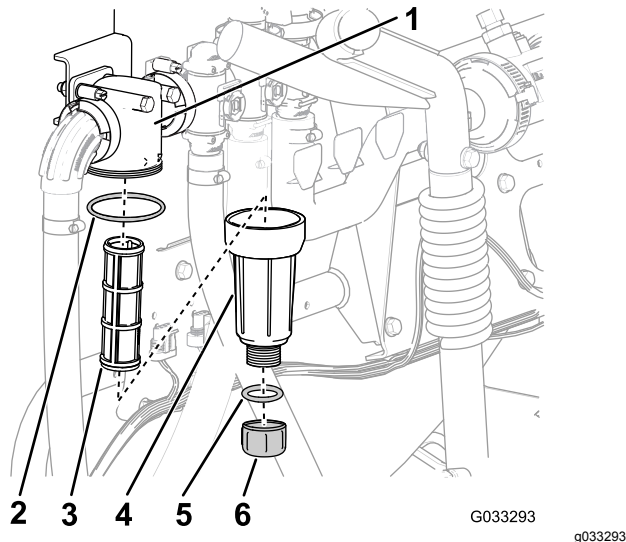

Figura 56
2. Allineate una bacinella di spurgo sotto il filtro della pressione (Figura 56).
3. Ruotate il tappo di spurgo in senso antiorario e rimuovetelo dal pozzetto del filtro della pressione (Figura 56).
4. Ruotate il pozzetto in senso antiorario e rimuovetelo dalla testa del filtro (Figura 56).
5. Togliete il vecchio elemento del filtro della pressione (Figura 56).
6. Controllate l'O-ring del tappo di spurgo (situato all'interno del pozzetto) e l'O-ring del pozzetto (situato all'interno della testa del filtro) per escludere danni e usura (Figura 56).
7. Montate il nuovo elemento del filtro della pressione sulla testa del filtro (Figura 56).
8. Montate il pozzetto sulla testa del filtro serrando manualmente (Figura 56).
9. Montate il tappo nel pozzetto serrando manualmente (Figura 56).